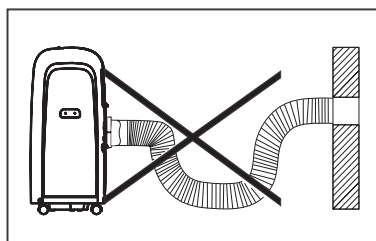

Рис. 13
5. При подсоединении шланга-воздуховода и изменении его длины не допускайте провисаний и изгибов (см. рис. 13).